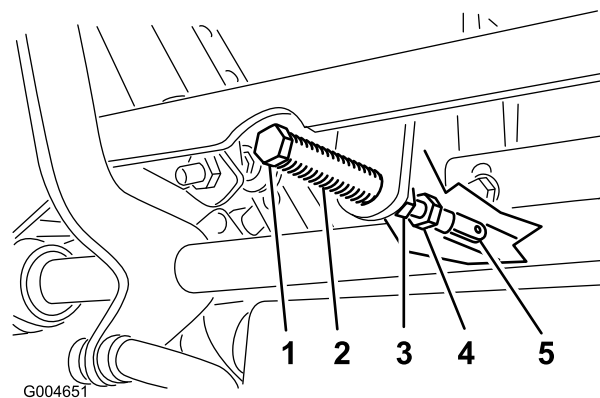

Figura 48
5. Tire hacia atrás de la palanca hasta que el pasador (en el brazo situado encima del eje pivotante) entre en contacto con el extremo de la ranura (empezando justo a tensar el resorte) como se muestra en Figura 48.
7. Si es necesario un ajuste, afloje la tuerca y la contratuerca contra la horquilla (Figura 48).
8. Aplique una ligera presión hacia atrás en la palanca de control de movimiento, gire la cabeza del perno de ajuste en el sentido apropiado hasta que la palanca de control esté centrada en posición de BLOQUEO/PUNTO MUERTO (Figura 48).
9. Apriete la tuerca y la contratuerca (Figura 48).
- Apriete las contratuercas de las articulaciones esféricas (Figura 48).